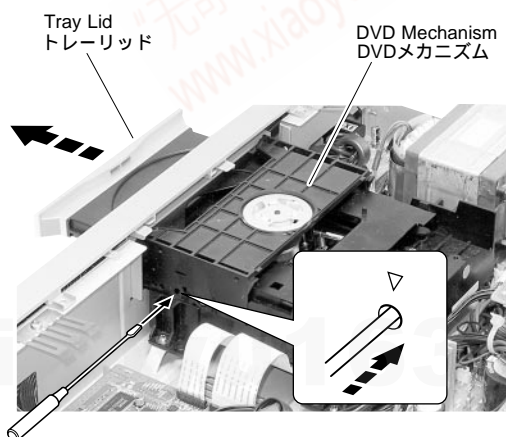

Fig. 1-1
- a. Insert a stick or the like into the hole in the right side of the DVD mechanism and push the lever to take out the tray. (Fig. 1-1)
- a. DVDメカ右横の孔から棒状のものを差し込み、レバーを押して、トレーを出します。( Fig. 1-1 )
- b. リッドを外します。( Fig. 1-1 )